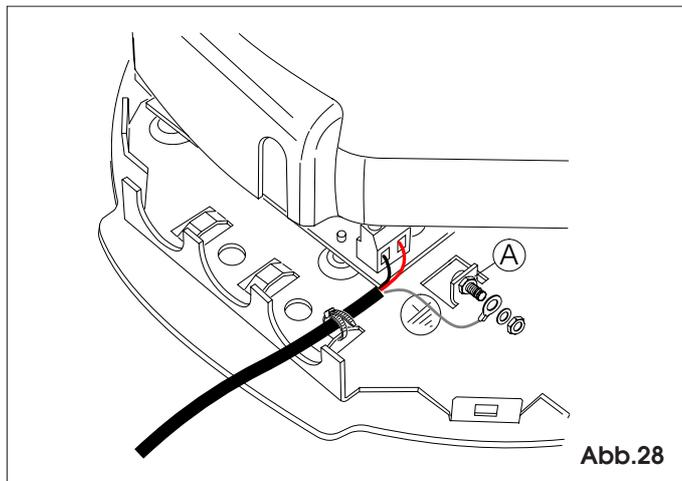

Abb.28
9.1 Das Stromkabel gemäß Abb.28 anschließen und mit einer Schelle im vorgegebenen Bereich befestigen.
9.2 Die Schraube in ihrem Sitz einsetzen und unter Unterlegen einer Scheibe mit der Mutter festziehen (Abb.28 Bez.A).